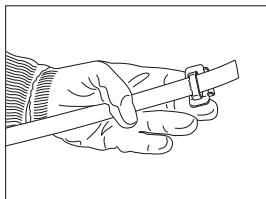
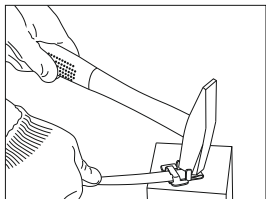

Рисунок 1
Рисунок 2
- конец ленты бандажной вставить в скрепу (рисунок 1) и согнуть при помощи молотка (рисунок 2);